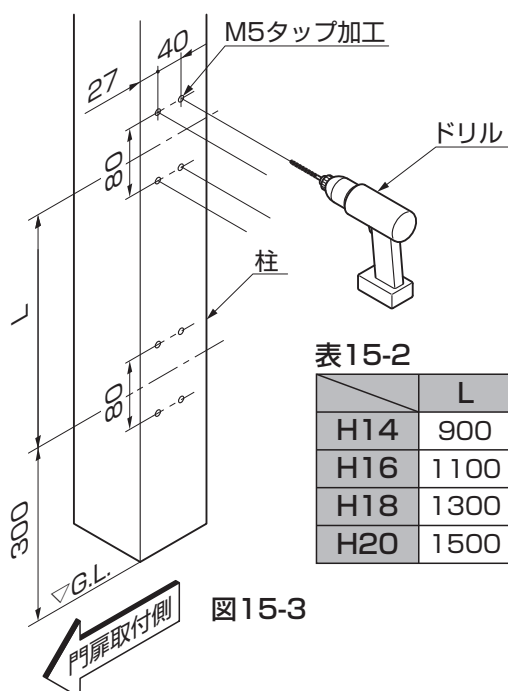

図15-3
- ①調整金具の取付け位置にφ4.5の下穴をあけて、M5タップ加工をしてください。(図15-3参照)